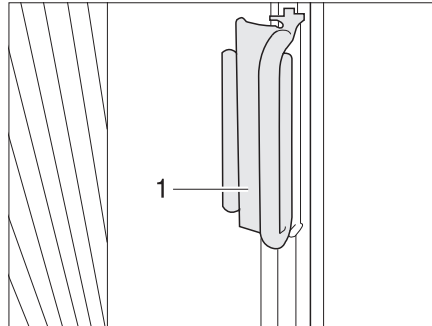

Fig. 82 Dispositifs occultants plissés pour les fenêtres côté conducteur et passager
- Saisir les dispositifs occultants plissés par la poignée (Fig. 82,1) et les tirer prudemment vers l'avant pour les fermer, jusqu'à ce que la fermeture magnétique maintienne fermé le dispositif occultant plissé.
- Faire glisser la poignée (Fig. 82,2) sur le module rapporté. Le dispositif occultant plissé est bloqué.